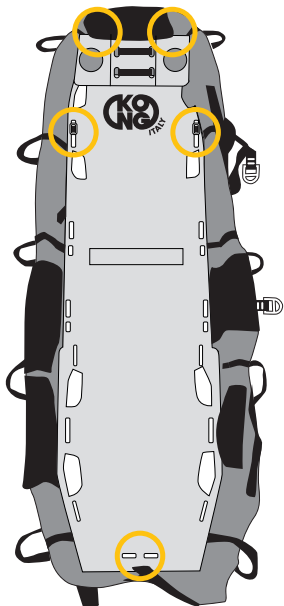

Fig.25
- fissare la tavola spinale al telo, inserendo nelle fessure della tavola spinale le 6 fibbie del telo, 4 della parte superiore “testa-busto” e 2 della parte inferiore “gambe” (fig. 25, 26 e 27)